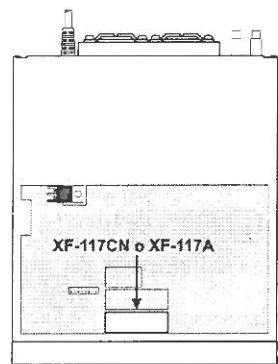

figura 2
4. Riferirsi alla figura 2 e localizzate la zona sull'unità principale dove vanno montati i filtri opzionali. Inserirli nella rispettiva sede premendo delicatamente a fondo .